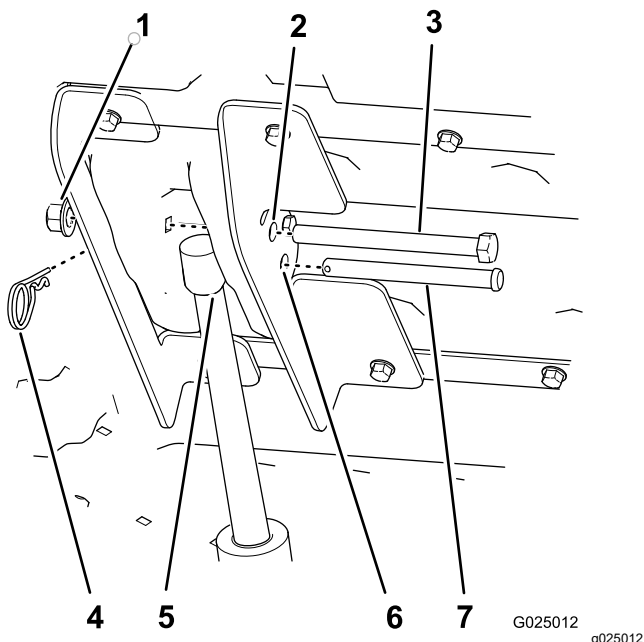

图 11
- 按下货斗升降开关的上叶片延伸提升致动器的杆直到杆中的孔与内、外侧升降支架中的孔对齐图 11。
- 使用柱销 3-1/2 英寸和发卡销将提升致动器杆固定到升降支架上图 11。
- 将六角头螺栓 1/2 x 5-1/2 英寸穿过内、外侧升降支架图 11 中剩余的 12.7mm 1/2 英寸孔并使用锁紧螺母 1/2 英寸进行固定直到螺母紧贴。
2. 拆下将致动器杆固定到内、外侧升降支架的发卡销和柱销 图 11。
7. 放下货斗并将提升致动器与升降支架对准 图 11。
8. 使用柱销和发卡销将提升致动器固定到升降支架上 图 11。